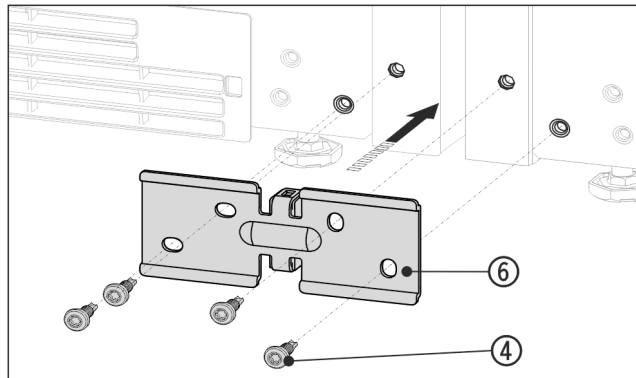

Fig. 14 Näitlik kujutis
- ▶ Lükake nurgik Fig. 14 (6) koos distantsdetailiga seadmete vahele ja kruvige 4 kruviga Fig. 14 (4) lahtiselt külge.